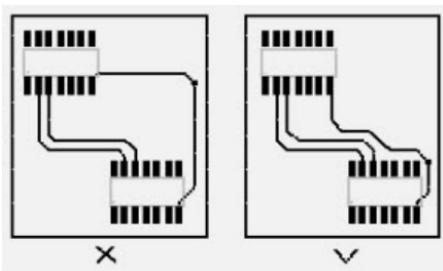

图 13-53 环路面积的检查与优化
(2) 减小信号环路面积。如图 13-53 所示，走线经常会包裹一个很大的环路，环路会造成其对外辐射的面积增大，同样吸收辐射的面积也增大，走线优化的时候需要进行优化处理，减小环路面积，这个一般是按快捷键“Shift+S”单层显示之后人工检查。